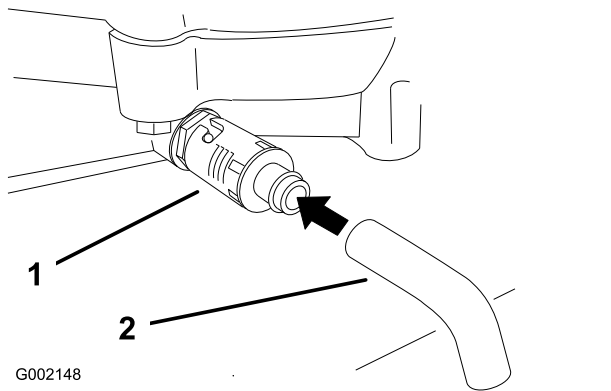

図 22
- ドレンの下に廃油受けを置く。ドレンバルブを回して開き、オイルを排出する 図 22。